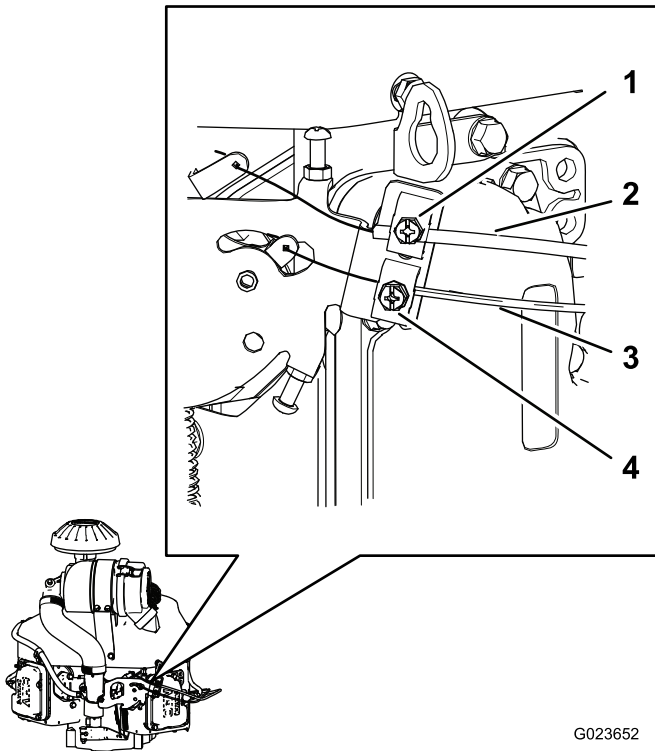

Figura 66
1. Liberte o parafuso que fixa a caixa do cabo do regulador ao motor (Figura 66).
3. Puxe a caixa do cabo do cabo do regulador (Figura 66) até o cabo ter quase nenhuma folga e aperte o parafuso.
1. Liberte o parafuso que fixa a caixa do cabo da alavanca ao motor (Figura 66).
4. Puxe a caixa do cabo do cabo da alavanca (Figura 66) até o cabo da alavanca ter quase nenhuma folga e aperte o parafuso.